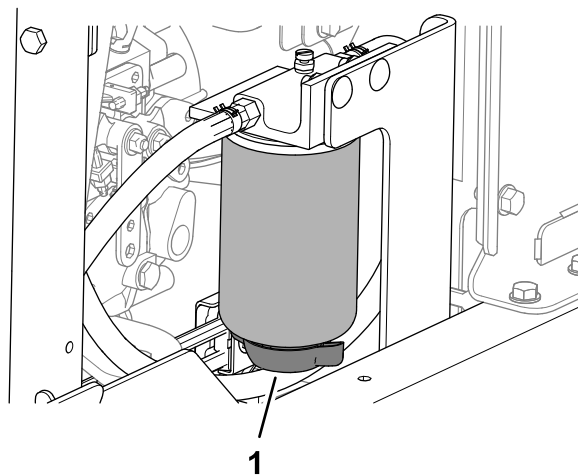

Figura 81
3. Coloque un recipiente de vaciado debajo de la válvula de vaciado del separador de combustible/agua (Figura 81).